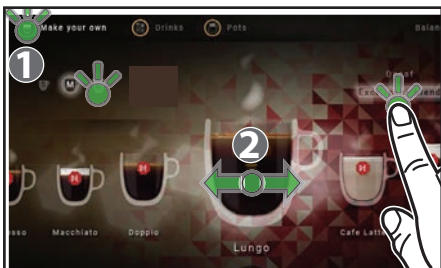

Fig. 4.5 - Valg af "Lav din egen"
1. Tryk på øverste venstre ikon "Lav din egen" (1) på berøringsskærmen, når dispenseren er i leveringstilstand (fig. 4.5).
- **DEN ØNSKEDE DRIKKEVARE (2)** - flyt det ønskede drikkevare til midten af skærmen (fig. 4.5)
- **INGREDIENSER** - blandingsvalg kan bruges i specifikke dispenserkonfigurationer med to kaffeblandinger. (fig. 4.5)